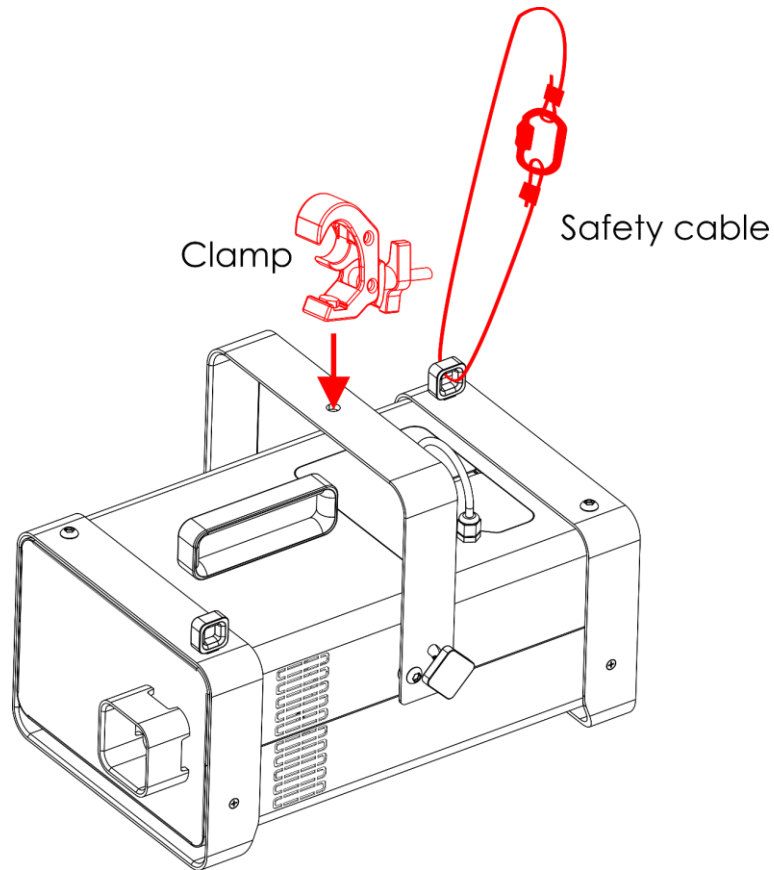

Abb. 06
- 01) Befestigen Sie das Gerät mit einer Schelle an der Tragstruktur, wie in Abb. 06 dargestellt. Stellen Sie sicher, dass sich das Gerät nicht frei bewegen kann.
- 02) Sichern Sie das Gerät mit einer Sekundäraufhängung, z. B. einem Sicherheitskabel. Stellen Sie sicher, dass die Sekundäraufhängung das 10-fache Gewicht des Geräts tragen kann. Wenn möglich, sollte die Sekundäraufhängung unabhängig von der Primärhalterung an der Tragstruktur befestigt werden. Führen Sie das Sicherheitskabel durch den **Sicherheitsring (03)** wie in Abb. 06 gezeigt.